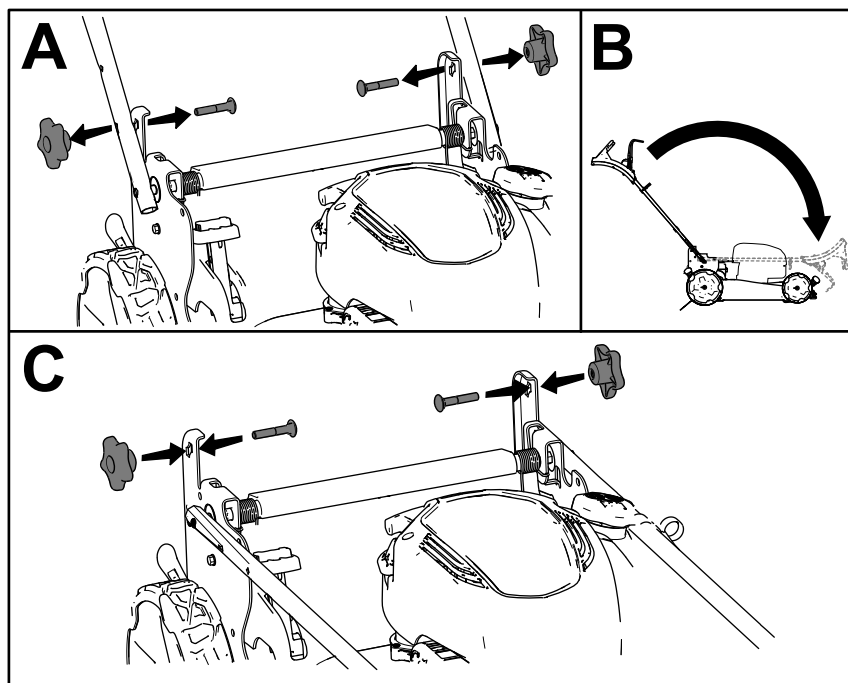

Figura 19
1. Îndepărtați și păstrați cele 2 butoane ale mânerului și 2 uruburi de fixare din suporturile mânerului (A din Figura 19).
2. Pliați mânerul prin rotirea acestuia în față (B din Figura 19).
3. Strângeți ușor butoanele de mâner și uruburile de fixare pe suporturile mânerului (C din Figura 19).